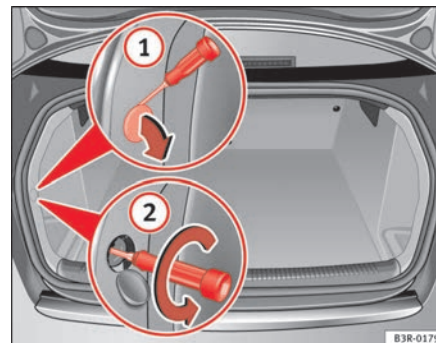
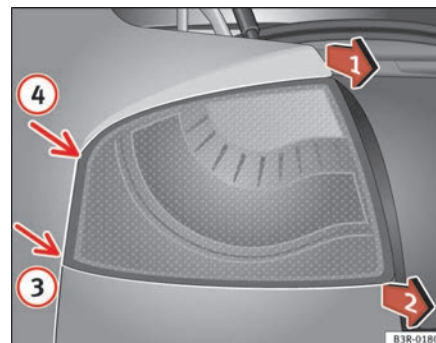

Fig. 208 Bagagliaio: posizione della vite di fissaggio del gruppo ottico posteriore
Fig. 209 Stacco del fanale di coda esterno
- Sollevare la copertura facendo leva nell'apposita rientranza con il cacciavite ⇒ pag. 273, fig. 208 ①.
- Svitare la vite situata sotto la copertura con il cacciavite (freccia) ②.
- Tirare in modo alternato nella direzione delle frecce ⇒ pag. 273, fig. 209 ① e ②, finché il fanale di coda non si stacca dai supporti nei punti ③ e ④.